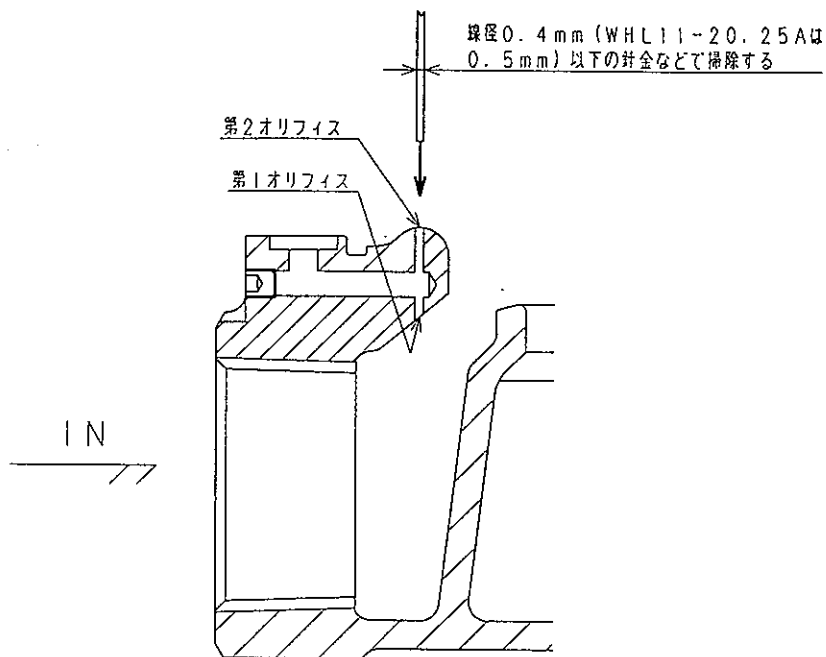

図16
- (1) 電磁弁を最適状態でご使用いただくために、定期点検を通常 半年に1回おこなってください。
- (2) 点検は、 ➡ 「5.1 分解手順」を参照の上、分解して行ってください。
- (c) ボディの第1・第2オリフィスを線径0.4mm以下 (WHL11-20A, WHL11-25Aは、0.5mm以下) の針金などで掃除してください。異物などが詰まっていると弁が閉まらないまたは弁閉時間が長くなることがあります。(図16参照)